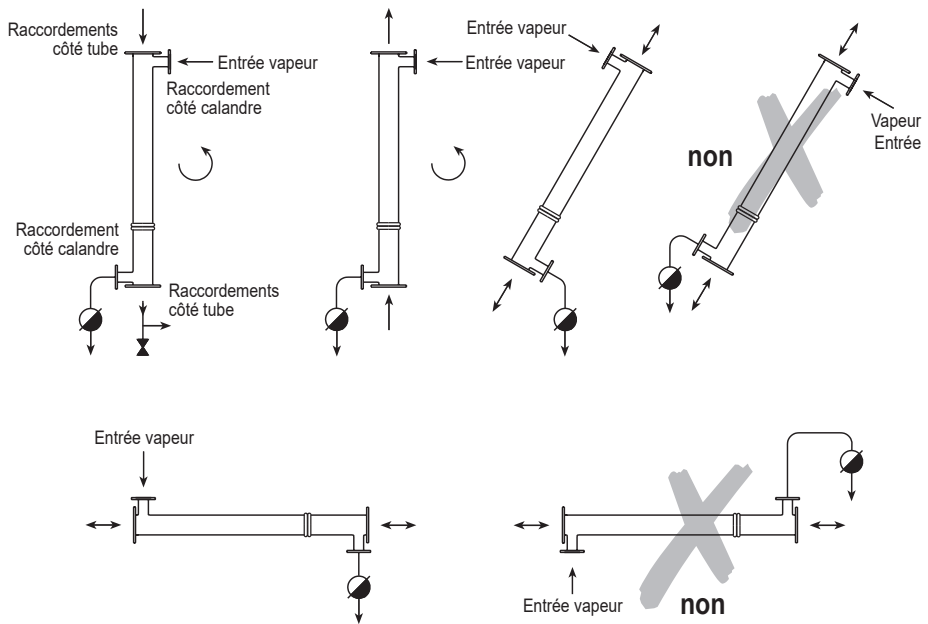

Fig. 4 Position lorsque le fluide côté calandre est de la vapeur d'eau condensée
4.4 Grâce à ses caractéristiques de conception, cette série d'échangeurs de chaleur peut être installée dans presque n'importe quelle position et dans n'importe quel sens de flux secondaire. Cependant, pour des performances maximales, un flux à contre-courant est conseillé. Pour un encombrement réduit et un encrassement minimal, le système doit être positionné verticalement. Grâce à un montage vertical avec écoulement latéral du tube de haut en bas, il sera plus difficile pour les substances d'adhérer aux parois et de rendre plus facile l'expulsion du calcaire et détritux de l'échangeur de chaleur. Ceci fournit un piège efficace pour les impuretés incrustées et les sédiments. Les figures 4 et 5 illustrent toutes les positions d'installation possibles.